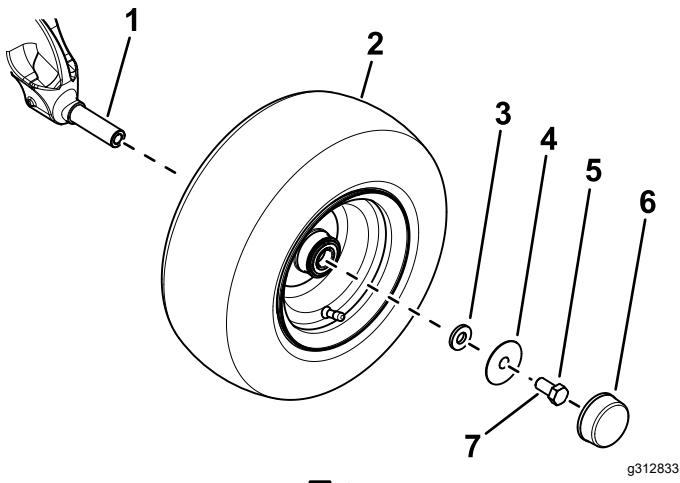

图 3
- 使用小垫圈、大垫圈和螺栓 5/8 x 1-1/4 英寸将车轮固定到轴锭轴 图 3。
D. 将防尘盖安装到车轮上图 3。